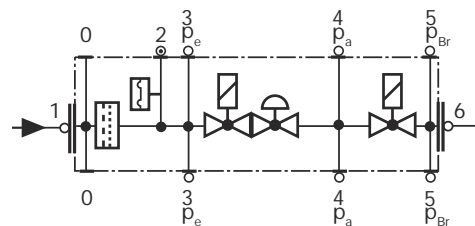
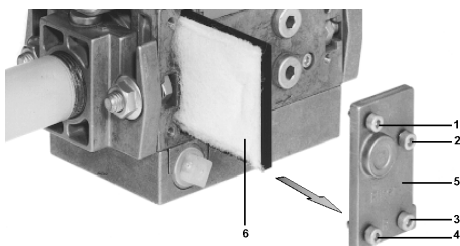

Fig. 23
Fig. 24
- 3 quitar los tornillos de cierre del grupo Multibloc (Fig. 23-A);
- 4 colocar los anillos de estanqueidad (10,5 x 2,25) en el VPS 504 (Fig. 24-B, Fig. 23-B);
- 5 apretar los 4 tornillos de control de estanqueidad (M4 x 16) Fig. 23-C.
Si se desea realizar un control, introducir un manómetro en la toma de presión **PA** en Fig. 24. Si el ciclo de prueba resulta positivo, después de algunos segundos se enciende la lámpara de consenso **LC** (amarilla). En caso contrario se enciende la lámpara **LB** de bloqueo (roja). Para reiniciar es necesario desbloquear el equipo presionando el pulsador luminoso **LB**.